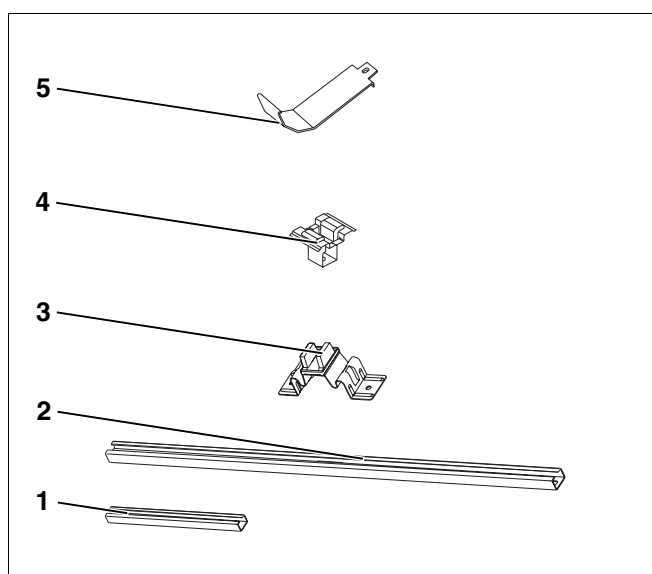

Fig. 3 Conjunto de montagem suplementar
4.2.2 Conjunto de montagem suplementar (para cada colector adicional) – Fig. 3